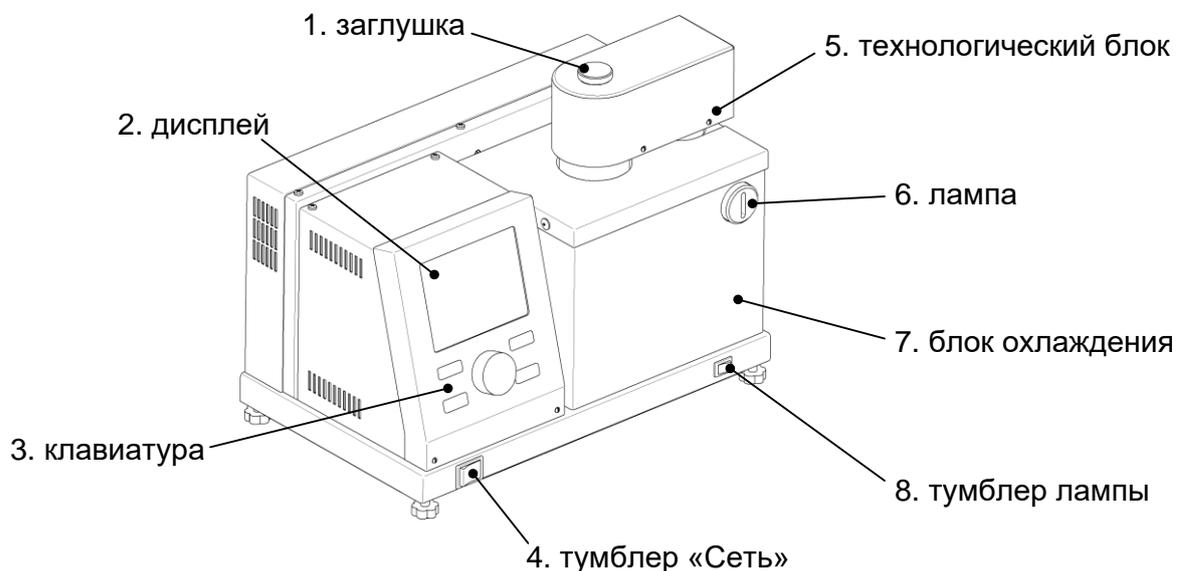
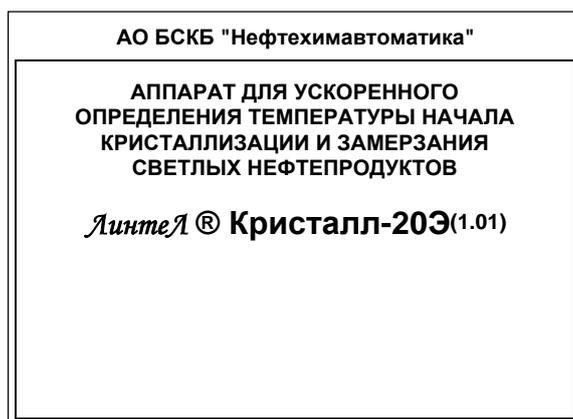

Рисунок 1 – Общий вид аппарата
Рисунок 3 – Окно загрузки
3.3.1 Включить аппарат тумблером «Сеть» (рисунок 1 на странице 3, позиция 4) – на дисплее отобразится окно загрузки (рисунок 3, страница 6).
- 7) Режим работы аппарата – непрерывный. После окончания работы аппарат выключается тумблером «Сеть» на переднем торце аппарата (рисунок 1 на странице 3, позиция 4).